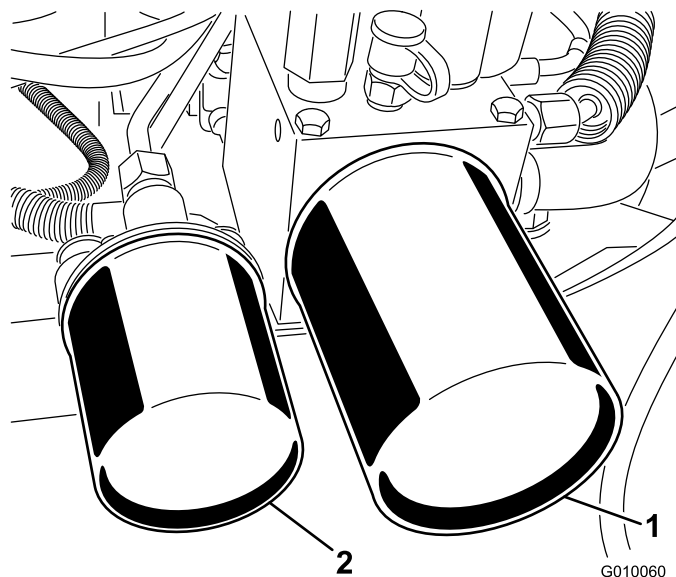

Figura 59
2. Collocate una bacinella di spurgo sotto i filtri, toglie i filtri usati e pulite la guarnizione di riduzione del filtro (Figura 59).